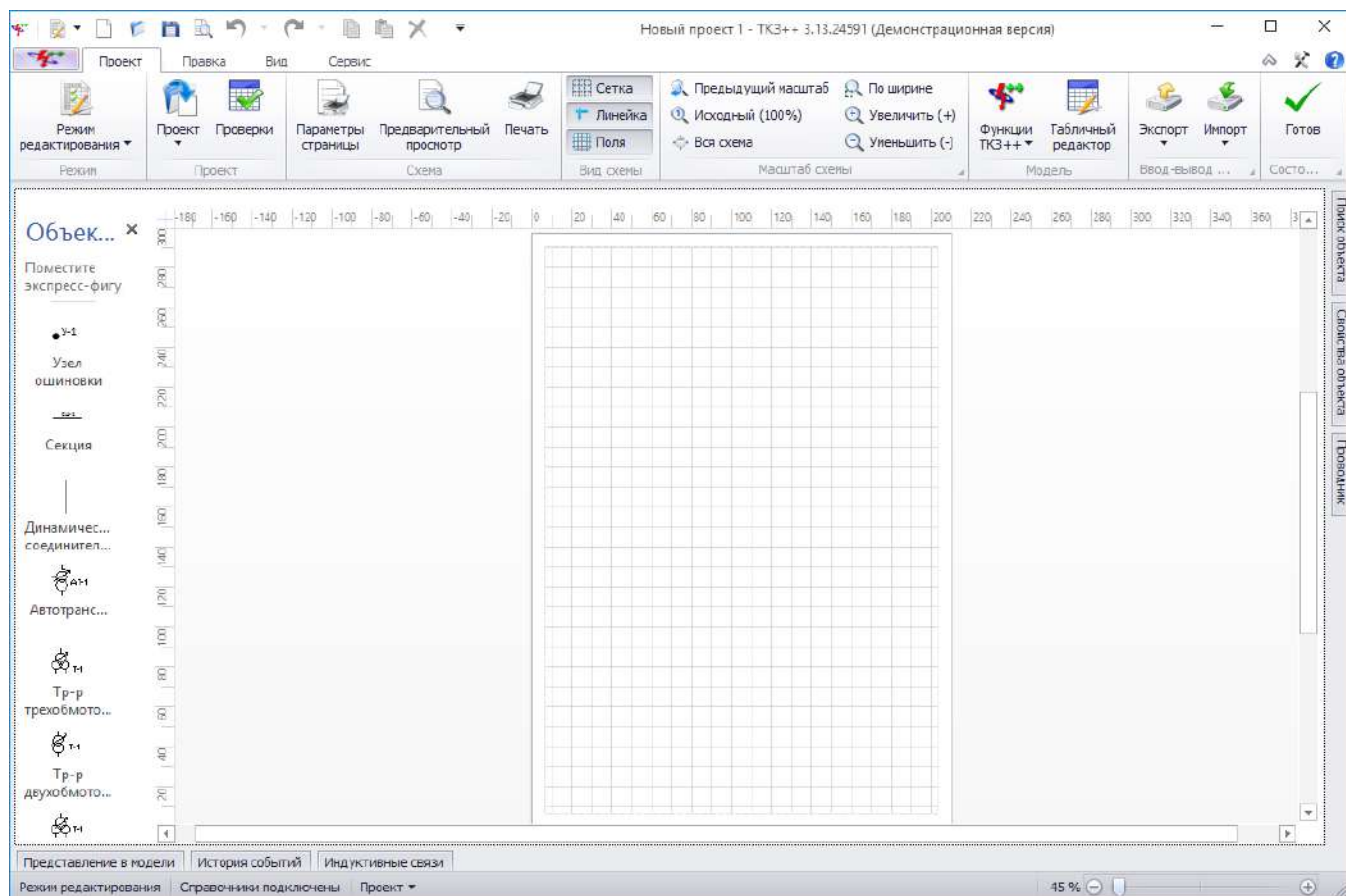

Рисунок 3.13
- Кнопка «Создать» осуществляет создание нового проекта (рисунок 3.13).